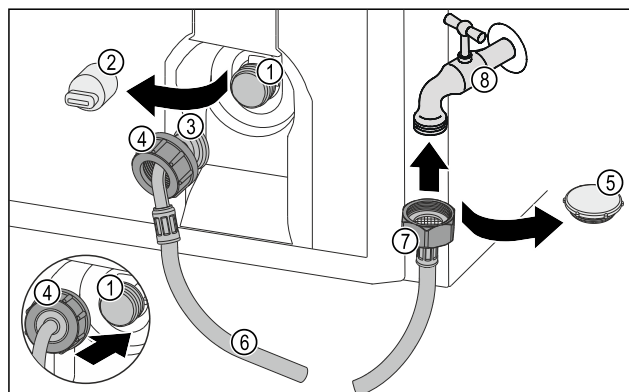

Fig. 23
- Odstranite zaporno loputo Fig. 23 (5).
- Ravni konec gibke cevi Fig. 23 (7) priključite na pipo za vodo Fig. 23 (8).
- Matico na ravnem koncu gibke cevi Fig. 23 (7) zategnite v smeri urnega kazalca.